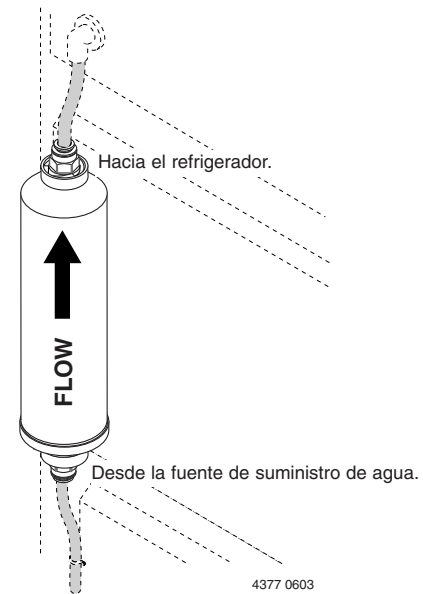

Figura 1
**AVISO:** Instale la unidad con la flecha direccional en línea con el flujo de agua. Ver la Figura 1.
**AVISO:** Verifique que la unidad esté instalada en la dirección que se ilustra en la Figura 1.